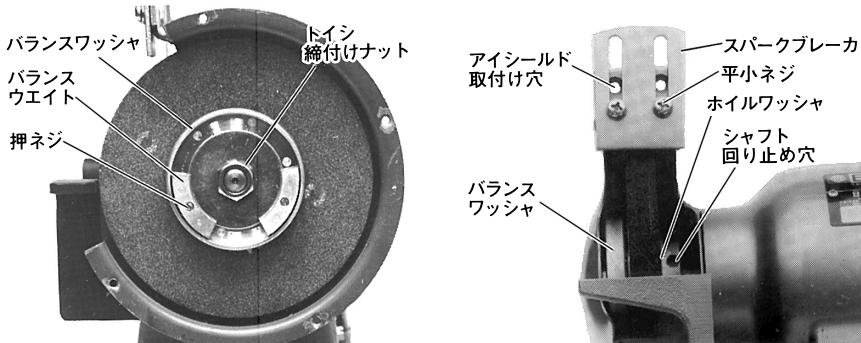

図 7 (G T15形, G T21形)
- GT15形・GT21形の場合は、トイシの取付け、取りはずしは図7のようにホイルワッシャにシャフトの回り止め穴があいておりますから、この穴に棒を差し込んでシャフトの回るのを止め、トイシ締付けナットを回してください。
バランスワッシャ(図7、8参照)